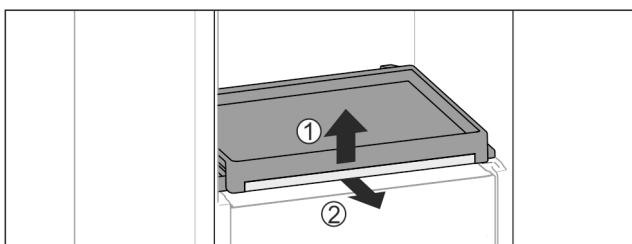

Fig. 77
- Odstranite izvlečno polico s stekleno ploščo: Stekleno ploščo spredaj rahlo dvignite Fig. 77 (1) in jo izvlecite naprej Fig. 77 (2).